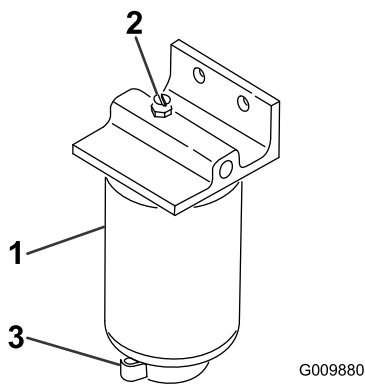

Figura 57
2. Afloje la válvula de vaciado en la parte inferior del cartucho del filtro (Figura 57).
1. Limpie la zona de montaje del cartucho del filtro (Figura 57).